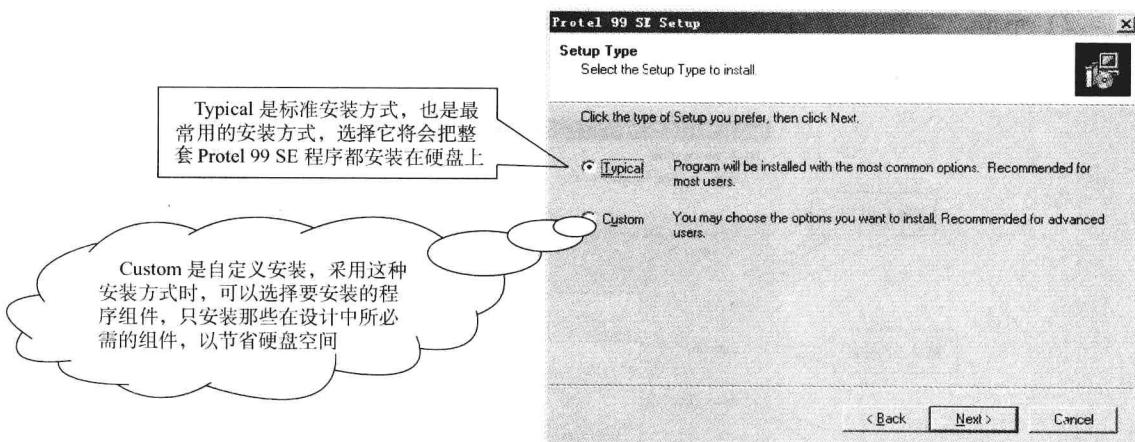

图 1-4 “Setup Type” 对话框
4) 单击“**Next >**”按钮，弹出“Setup Type”对话框，如图 1-4 所示，读者可以选择安装方式。